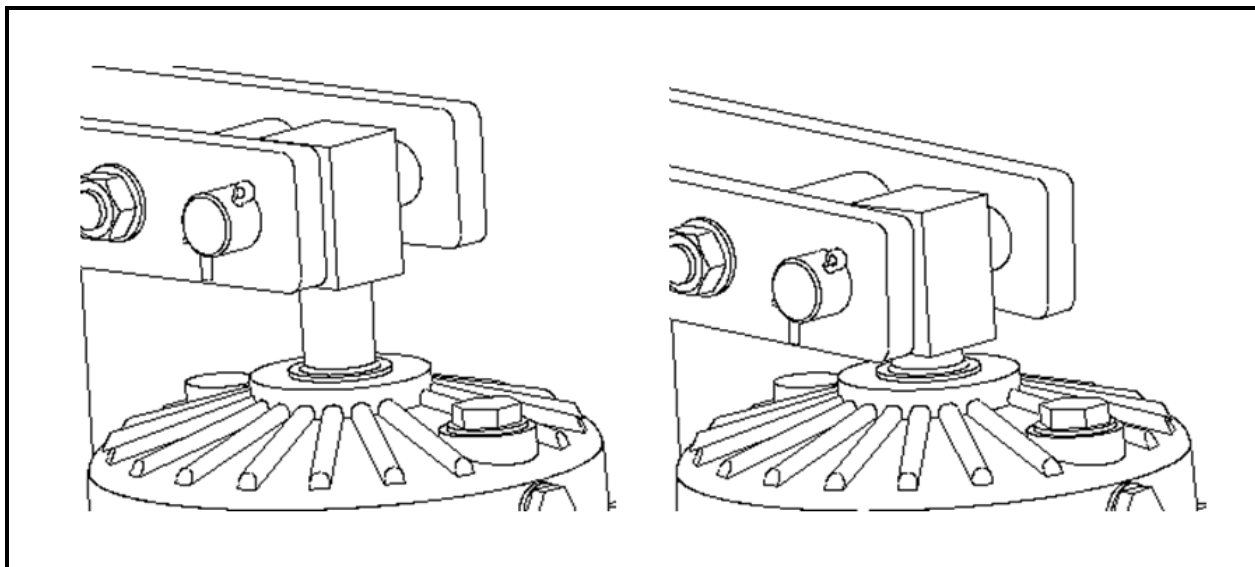

图 8.4
如果活塞杆处于图8.4中右侧显示的位置表明活塞杆全部进入了推动器内部，弹簧力已经无法作用到制动轮上，此时制动力矩已失效。严禁此类情况发生！
- 如果推动器活塞杆处于图8.4中右侧显示的位置时，表明活塞杆全部进入了推动器内部，弹簧力无法作用到制动轮上，此时制动力矩已经失效。要避免此类情况发生！